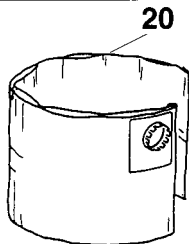

Abb. 4
- mit einem Schraubenzieher die Abdeckung abheben und entfernen (*Bild 4*)
(Bild 4)
Die Papierfilter (*Abb. 4*) dienen zum Filtern von Feinstaub und erleichtern das Entsorgen des Staubes.